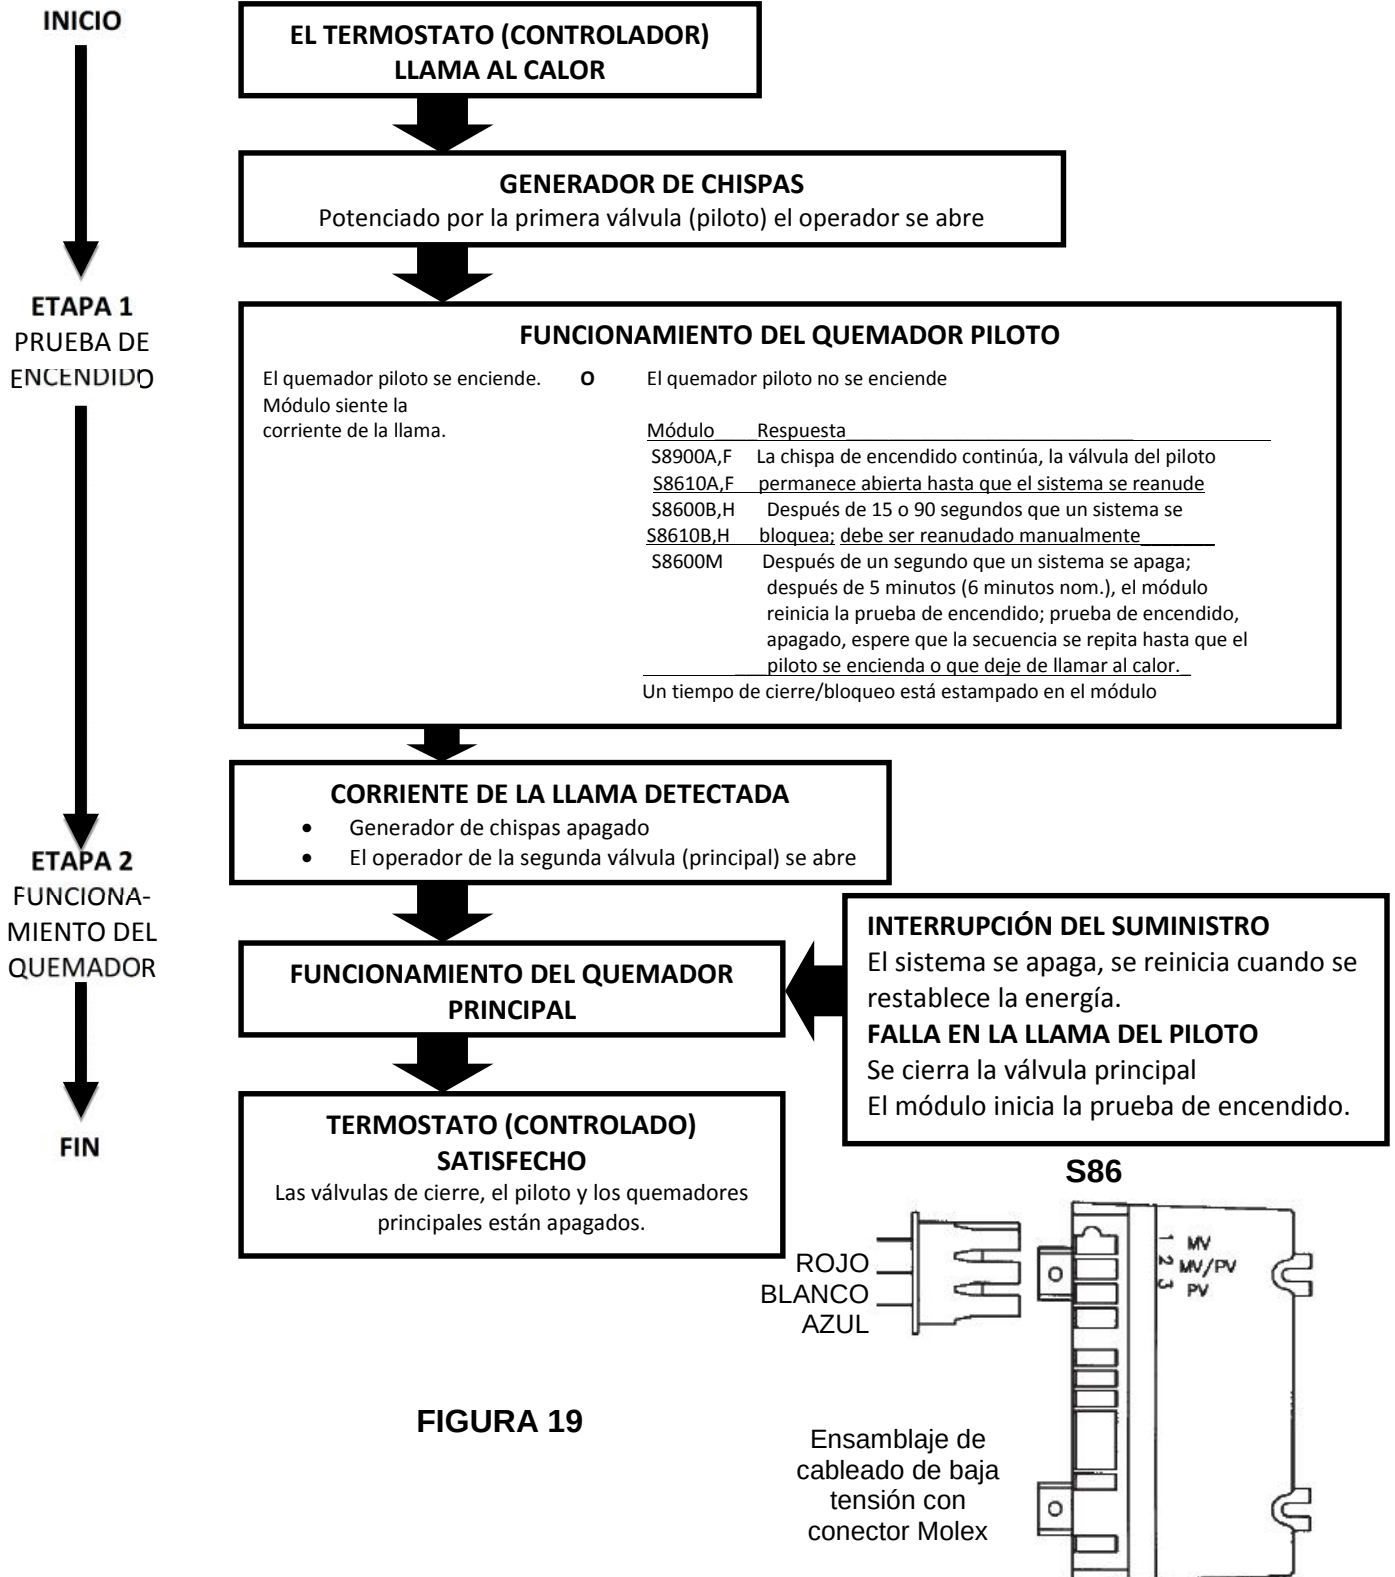

FIGURA 19
4. El módulo S86G, H no debe estar en bloqueo de seguridad. Primero desconecte la alimentación del sistema y espere al menos un (1) minuto. Esto reanuda el módulo, lo que permite un retorno a las condiciones de arranque.
5. Revise la secuencia normal de operación del sistema S8600 en la Figura 19 a continuación.